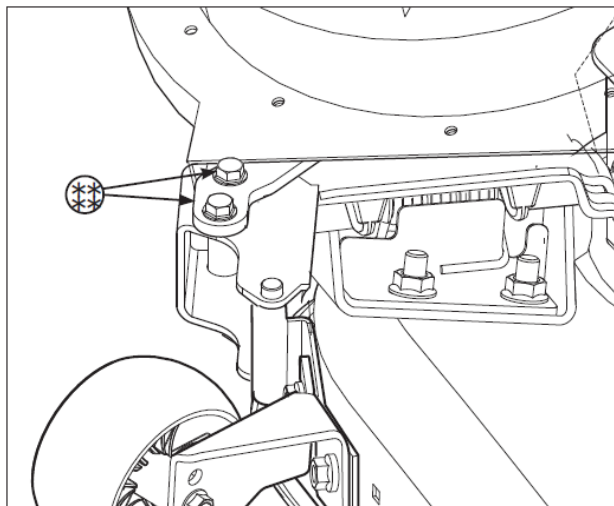

図 24
5. 図 24 に示されているように、ブLOWER Assy のボルトとナット(****)をしっかりと締めてください。